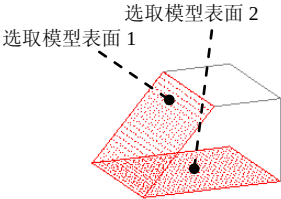

图 4.2.6 选取投影表面
(4) 在系统 **选择两曲面为相交边界** 的提示下,按住 Ctrl 键不放,选取图 4.2.6 中的模型表面 1 和模型表面 2 为投影表面。